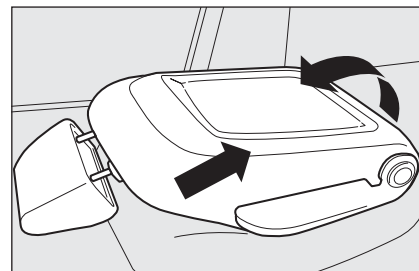

fig. 51
- ☐ rabattre le siège passager en guise de table **fig. 51** (voir le paragraphe "Positionnement du siège en guise de table" dans ce chapitre);